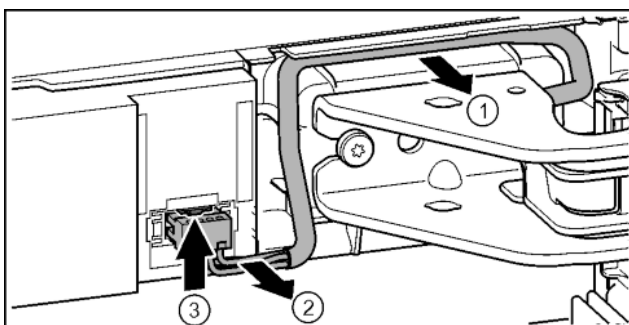

Fig. 19
- ▶ Kabel über Lagerbock vorsichtig aus der Führung lösen. Fig. 19 (1)
- ▶ Kabellitzen vorsichtig aus Kanal ziehen. Fig. 19 (2)
- ▶ Lasche nach oben drücken und Stecker vorsichtig herausziehen. Fig. 19 (3)